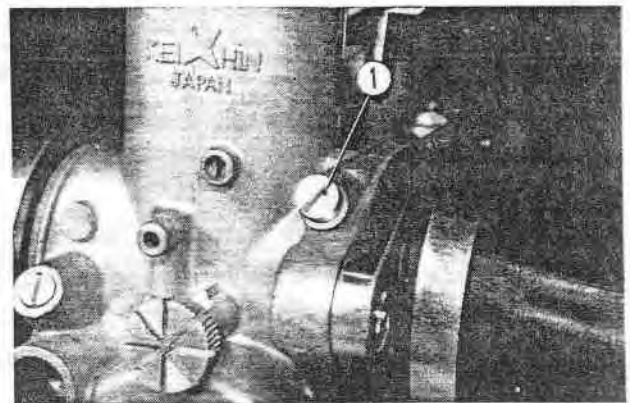

Fig. 6-16 ① Bouchon
a. Arrêter le moteur et enlever le bouchon fermant le trou de fixation de l'adaptateur sur chacun des carburateurs. Monter les adaptateurs des manomètres à dépression sur tous les carburateurs: les adaptateurs longs ③ sont destinés aux carburateurs internes, les adaptateurs courts ④ aux carburateurs externes. Fixer soigneusement les tuyauteries souples du manomètre sur les adaptateurs. (Fig. 6-16 et 6-17)